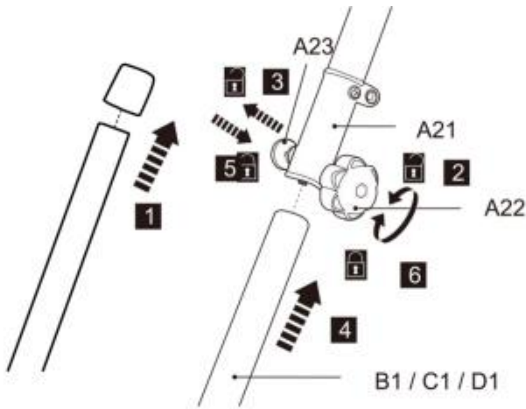

Fig. 3
7. Verwijder de vooraf bevestigde beschermkap van de onderste paal (B1/C1/D1) (Fig.3 , stap 1) .
8. Draai de vergrendelknop (A 22) los , maar verwijder e niet volledig (Fig.3 , stap 2).
9. Lijn de onderste paal (B 1/C 1/D 1) uit en steek deze in de borghuls (A 21), terwijl u aan de veer trekt bout (A 23) (Fig.3 , stap 3 en 4) .
10. Draai de onderste paal lichtjes om het gat op één lijn te brengen met de veer bout (A23) . Laat de veer los bout daarna om de onderste paal op zijn plaats vast te zetten. Zorg voor de veer De bout klikt in het gat (Fig.3 , stap 5) .
6. Draai de vergrendelknop (A 22) vast om de verbinding vast te zetten (Fig.3 , stap 6) .